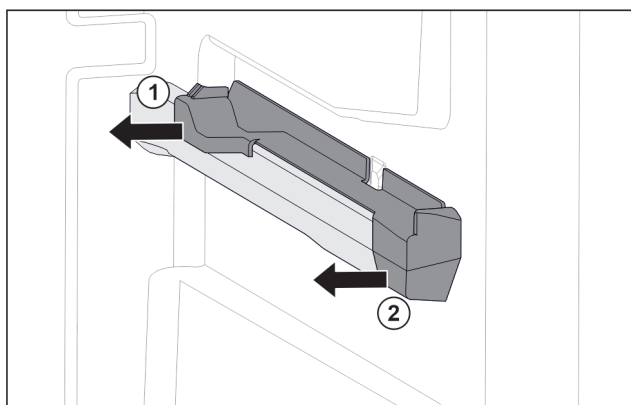

Fig. 71 Nasazovací díl na pravém žebrování na nádoby
- ▶ Stáhněte nasazovací díl vzadu na stranu. Fig. 71 (1)
- ▶ Stáhněte nasazovací díl vpředu na stranu. Fig. 71 (2)